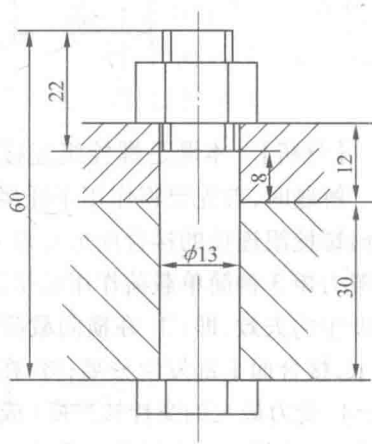

图 2.6
② 校核配合面挤压强度。如图 2.6 所示配合面尺寸,螺栓光杆与钢板孔间